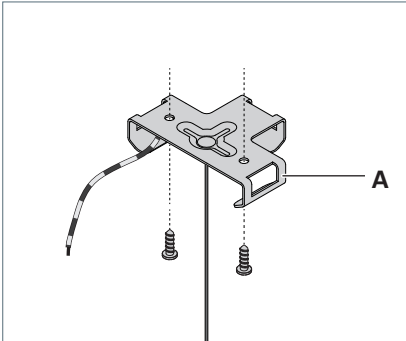

Fig. 6: Halteblech montieren.
- Schrauben Sie das Halteblech **A** an der Anschlussseite der Leuchte mit geeigneten Schrauben an die Decke, siehe Fig. 6.